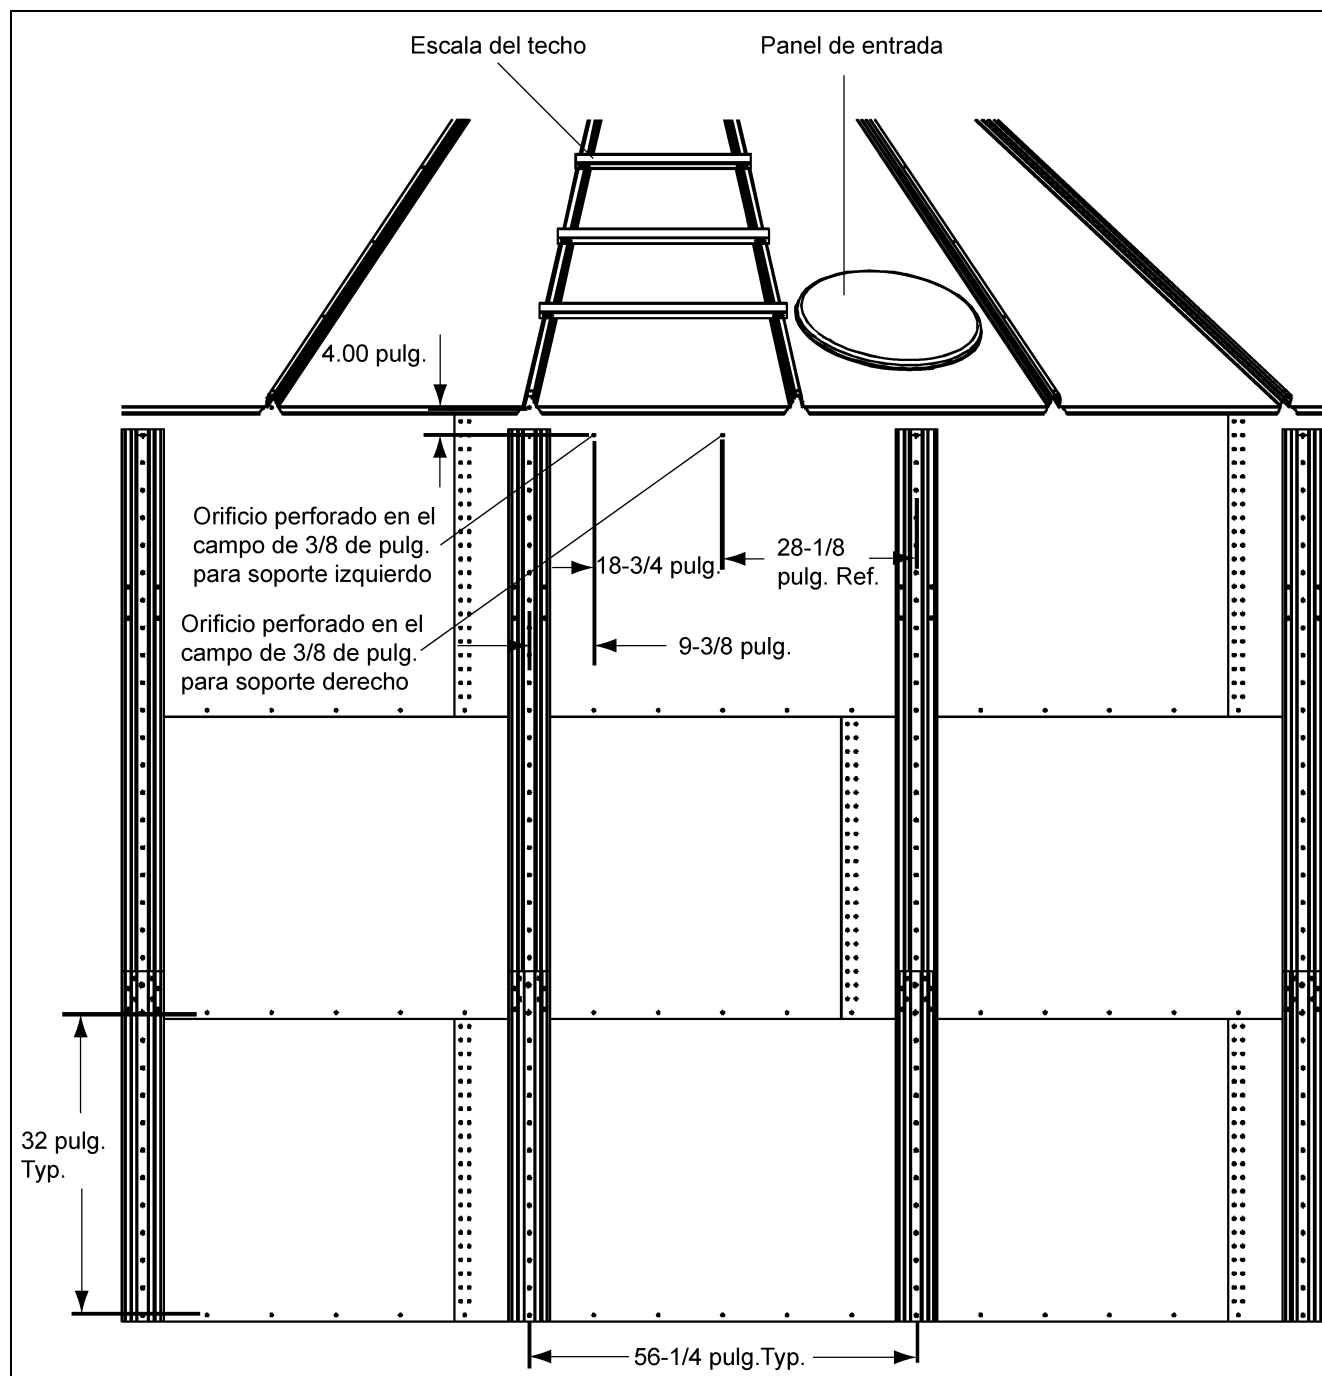

Figura 7B
Los soportes iniciales se deben ubicar directamente debajo de la escala del techo. Antes de que se instalen los soportes iniciales, se deben perforar en el campo dos (2) orificios de 3/8 de pulg. a 4.00 pulg. abajo y directamente en línea con la fila superior de los orificios horizontales pre-perforados. El primer orificio que se requiere para el soporte inicial izquierdo se debe ubicar a 9-3/8 pulg. desde el centro del soporte (Stiffener) hasta el centro del orificio. El segundo orificio que se requiere para el soporte inicial derecho se debe ubicar a 18-3/4 pulg. desde el centro del primer orificio. Refiérase a la Figura 7B para la ubicación adecuada de los dos (2) orificios de 3/8 de pulg. que se perforan en el campo que se requieren para la instalación de los soportes iniciales.